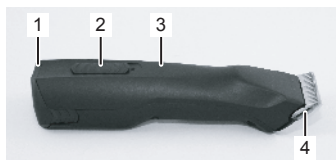

Fig. 1
3. Placér hårklippemaskinen med det indsatte batteri i ladestationen, så hårklipperens øverste del vender mod dig selv og apparatets kontakter er placeret på ladestationens kontakter. Apparatets øverste område er delen med kontakten (Fig. 1).